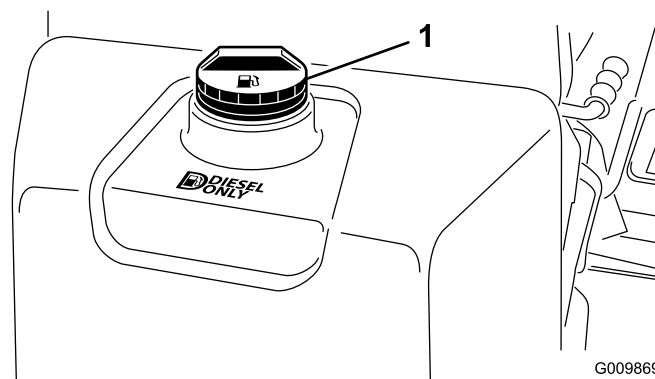

Figura 26
3. Retire el tapón del depósito de combustible (Figura 26).